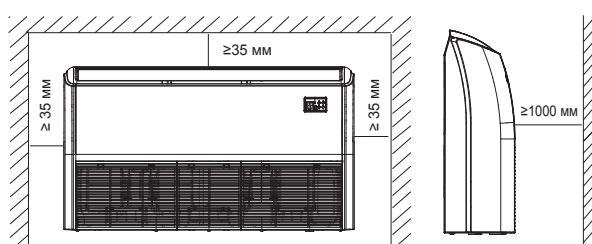
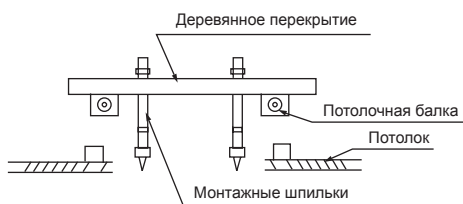

Рис. 5-1
Рис. 5-3
(См. рис. 5-1, рис. 5-2, рис. 5-3 и табл. 5-1.)
- См. рис. 5-3 и 5-4 с указанием расположения монтажных шпилек.